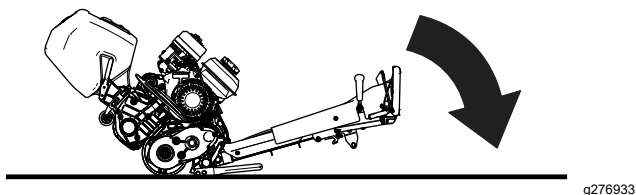

Рисунок 5
2. Обеспечьте доступ к режущему блоку, опустив рукоятку тягового блока на землю (Рисунок 5).